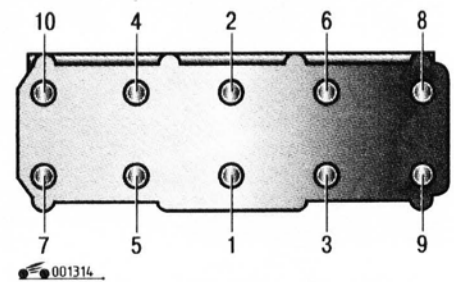

Рис. 4.18. Последовательность затяжки болтов крепления головки блока цилиндров
32. Выверните десять болтов крепления головки блока цилиндров к блоку в последовательности, обратной той, что показана на рис. 4.18, в три приема: выверните болты на пол-оборота, затем еще на пол-оборота, окончательно выверните болты.
Затягивайте болты на холодном двигателе в последовательности, показанной на рис. 4.18, в три этапа: I – затяните болты моментом 40 Н·м (4,0 кгс·м); II – затяните болты моментом 60 Н·м (6,0 кгс·м); III – доверните болты на угол 180°;